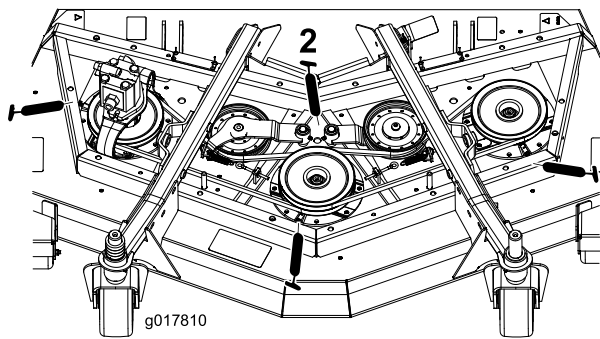

Figure 46
- 3 paliers d'axes de pivot (sous la poulie) (Figure 46)
- 2 bagues de pivot de bras de tension (Figure 46)